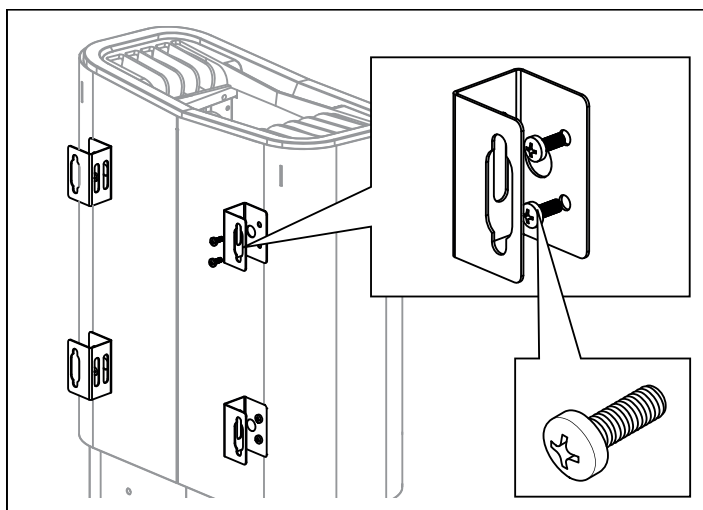

Afbeelding 6: Verbinding
3. Bevestig trekontlastingsstoestellen (3) en sluit de elektriciteitskabel (1) aan op de aansluiting (2) (zie afbeelding 6) volgens het bedradingsschema (zie het gedeelte Aansluit- en bedradingsschema, afbeelding 15).